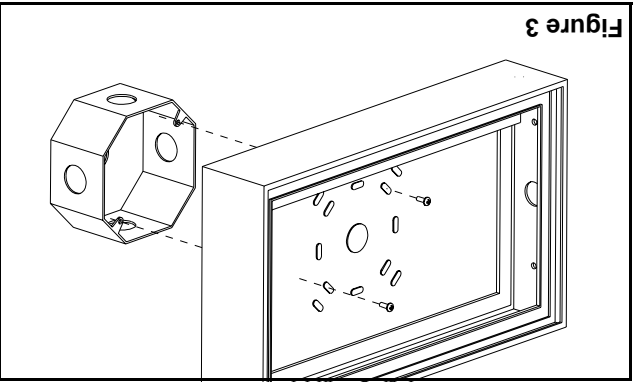

Figure 3
- Visser la plaque arrière à la boîte de jonction en utilisant les vis de la boîte de jonction (voir fig. 3).